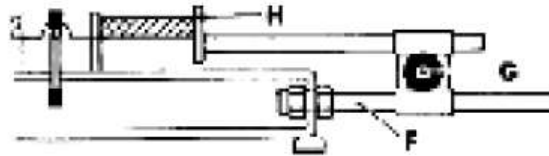

Рис. 3
4. Регулировка упорного стержня (рис. 3)